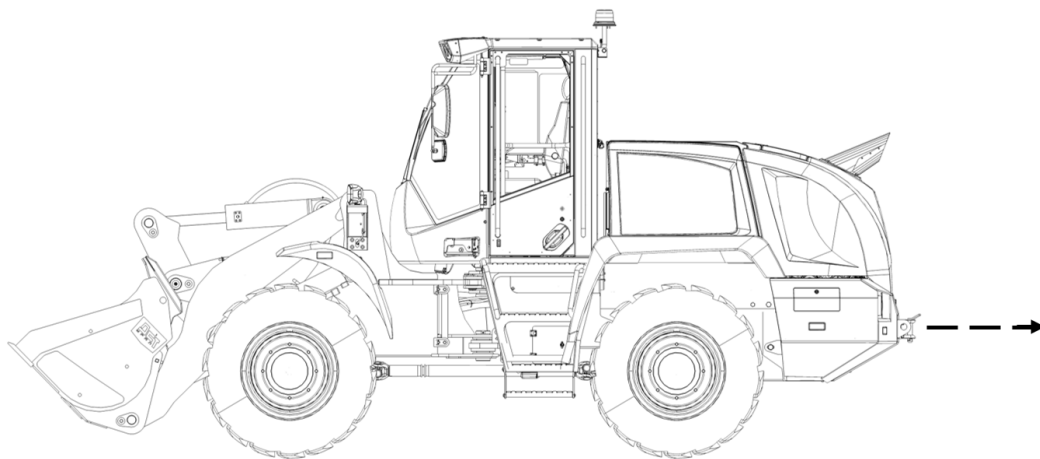

Рисунок 3.96. Буксировка машины
- ▶ Установить жесткую буксировочную сцепку в буксирно-цепное устройство на задней платформе и зафиксировать (рис. 3.96).